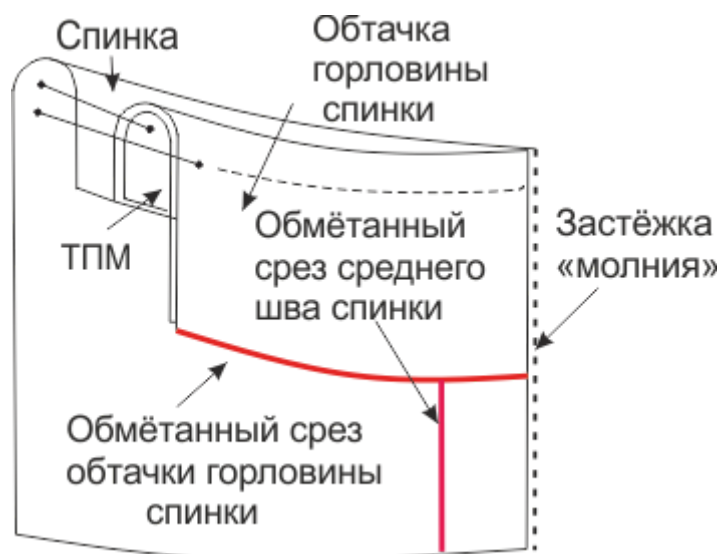

Рис. 4
5. Обтачайте срез горловины обтачкой (Рис.4).